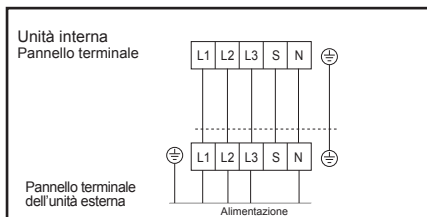

Fig. 13
4. Secondo lo schema elettrico, i conduttori devono essere collegati ai corrispondenti terminali, come illustrato in Fig. 13.